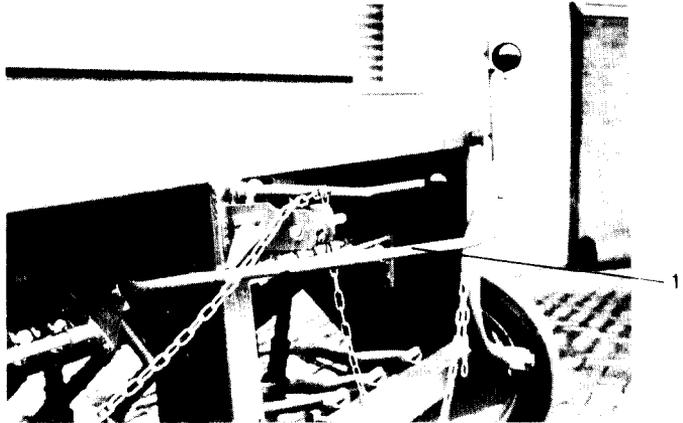

Fig. 37
*Bei der handbetätigten Fahrgassenschaltung wird das Schließen der Absperrschieber über eine Hebelübersetzung von Hand durch den Bedienungshebel (Fig. 37 / 1) vorgenommen. Hierzu muß also mitgezählt werden, wann die entsprechende Fahrspur gekommen ist, bei der die Schieber geschlossen werden müssen.*